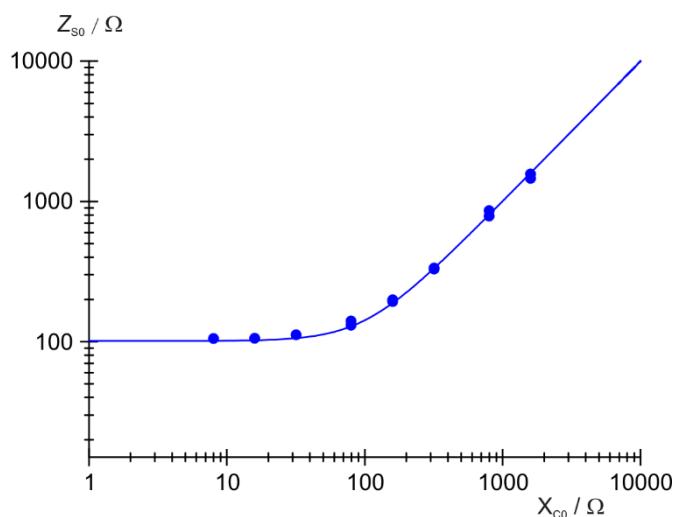

Fig. 4: Resistência total em ligação em série.
- Aplicar graficamente os valores Z_{S0} e Z_{P0} da resistência total e os deslocamentos de fase φ_S e φ_P para a ligação em série e em paralelo em dependência de X_{C0} (Fig. 4 – 7).
- Calcular teoricamente os valores Z_{S0} e Z_{P0} da resistência total e os deslocamentos de fase φ_S e φ_P conforme as equações (5) para ligação em série e (6) para ligação em paralelo,
e representar como linhas sólidas na Fig. 4 - 7.